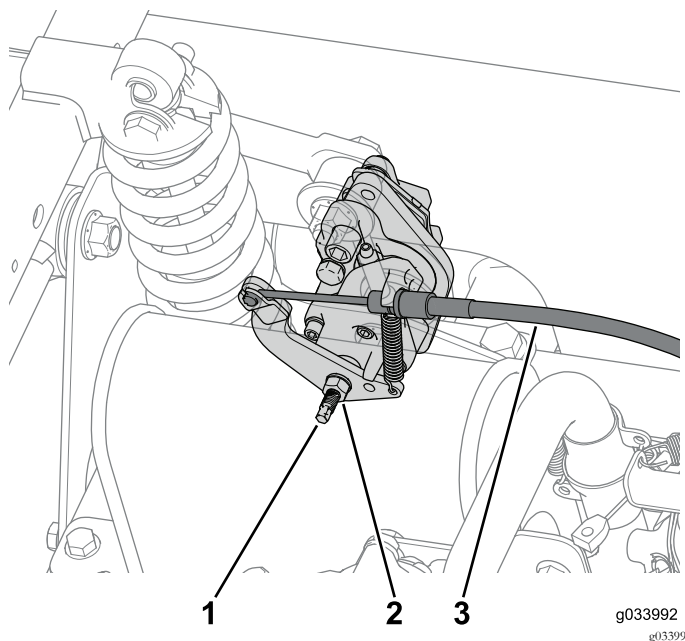

Figura 61
1. Afloje la contratuerca y gire el tornillo de ajuste 2 vueltas en sentido antihorario en las dos pinzas de freno traseras (Figura 61).
2. Desconecte el cable del freno de estacionamiento de cada pinza de freno (Figura 61).